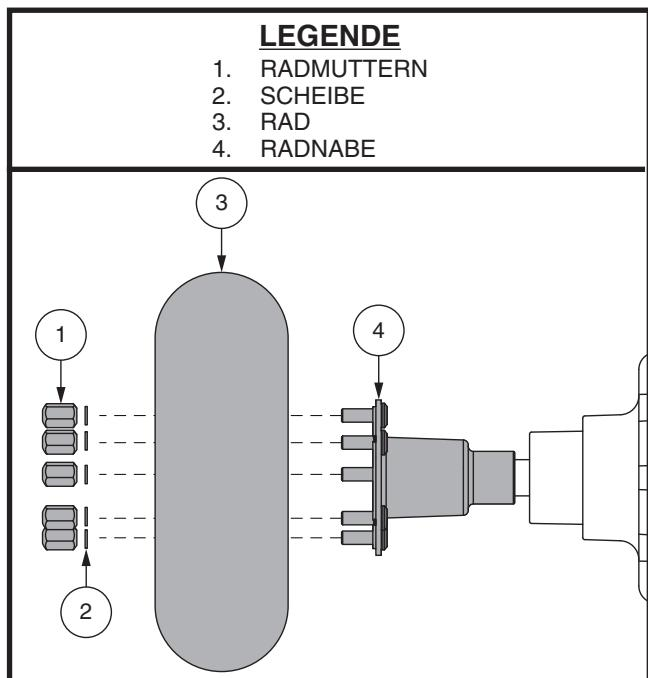

Abb. 26. Reifenradenthebung
3. Entfernen Sie die Radmuttern und scheiben von der Radnabe. Siehe Abb. 26.